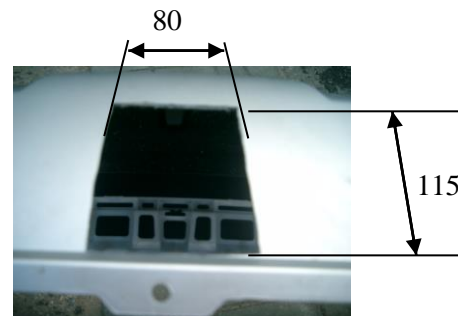

Рис.2. Вырез в бампере.
4.5 Сделать в бампере вырез (115мм глубиной, 80мм шириной). См. рис.2. Установить снятые детали (кроме буферного бруса) на место.